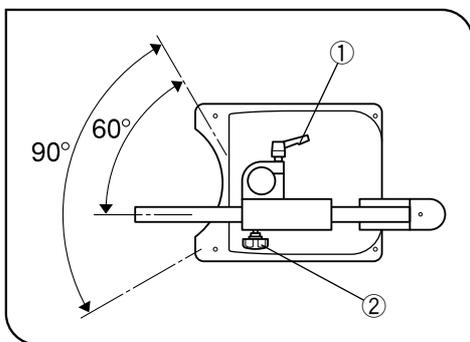

図 17
2) 垂直クランプレバー①をゆるめると水平アームが支柱を軸にして回転可能となります。このとき、落下防止リングの回転ストッパにより回転範囲が90°に制限されています。落下防止リングのクランプつまみ②をベースに対して正面に向くようにセットすることにより、回転範囲を前方90°範囲の最も安定する位置にセットすることができます。(図17)